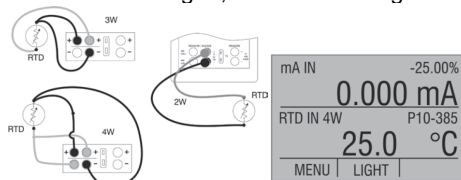

Abb. 8. Messung der Temperatur mit angeschlossenem RTD-Sensor
5. Die RTD-Leitungen, wie in Abbildung 8 dargestellt, anschließen.